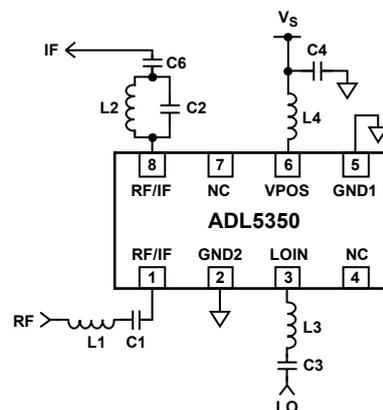

図 58.参考回路図
ADL5350 は、効果的な RF ダイナミック性能を実現するために外付け回路を使用するシンプルなシングルエンド・ミキサーです。最適性能を実現するためには次のステップに従う必要があります(部品については図 58 参照)。
2. 最適リターン損失を持つように LO ポート入力回路をチューニングします。一般に、LO 信号を LOIN ピンへ渡すときはバンドパス回路が使用されます。ミキサー・コアからの LO の高周波高調波を阻止することが推奨されます。LO 高調波は、高い RF 周波数イメージを所望の IF 周波数へダウン変換するため、感度を低下させます。LO ソースの高調波歪み性能が悪くスペクトル純度が悪い場合、さらに高次のバンドパス・フィルタ回路を使う必要があります。図 58 に、LO ソースの基本周波数を通過させるために使うシンプルな LC バンドパス・フィルタを示します。コンデンサ C3 はシンプルな DC 阻止回路で、直列インダクタ L3 とバッファアンプのゲートソース間容量の組み合わせは、ローパス回路を構成します。LO バッファ(FET)のゲートの負入力だけが、高い入力インピーダンスを持ちます。ゲート・バイアスは、目的の LO 周波数で正のリターン損失を発生させる帰還を使って、内部で発生されます。
3. RF 回路と IF フィルタ回路をデザインします。図 58 に、IF ポート・インターフェースと RF ポート・インターフェースのシンプルな LC タンク・フィルタ回路を示します。RF ポート LC 回路は、RF 入力信号を通過させるようにデザインされます。直列 LC タンクは共振周波数  $1/(2\pi\sqrt{LC})$  を持ちます。共振周波数で、直列リアクタンスが相殺されて RF 信号を直列に短絡します。RF 信号と LO 信号を阻止するために IF ポートに並列 LC タンクを使用します。共振周波数で、並列 LC タンクは切断回路(オープン回路)になります。